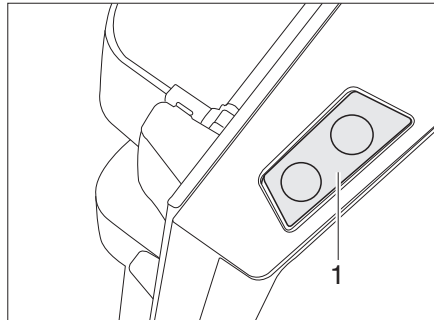

Fig. 138 Touche de déverrouillage de la porte du réfrigérateur (Dometic Série 8)
- Ouvrir:** ■ Appuyer sur la touche de déverrouillage (Fig. 138,1) et ouvrir la porte du réfrigérateur.